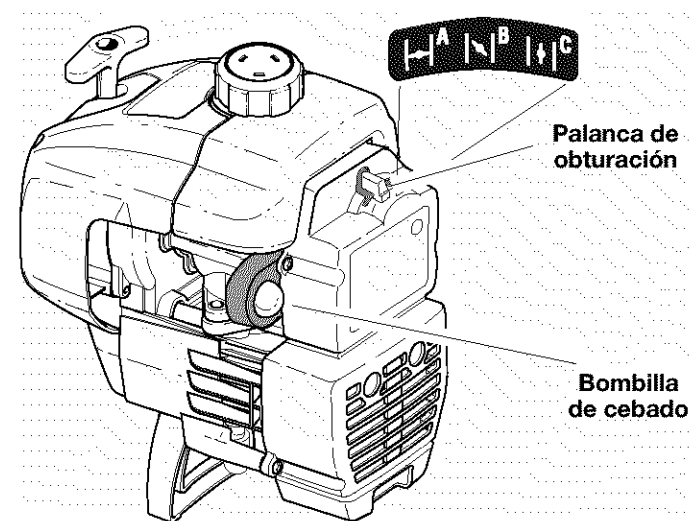

Fig. 16
2. Oprima completamente y suelte la bombilla de cebado de 5 a 7 veces. El combustible debe estar visible en la bombilla (Fig. 16). Si el combustible no entró a la bombilla, presione tres (3) veces más o hasta que lo haga.
3. Mueva la palanca del obturador (Fig. 16) a la posición CHOKE (|+| A).
NOTA: Si el motor se inunda al intentar arrancar la unidad, coloque la palanca del obturador en la posición de MARCHA (RUN) (C) |+| (Fig. 16). Oprima el control del regulador. Tire de la cuerda de arranque rápidamente. El motor debe arrancar luego de tres (3) a ocho (8) tirones.